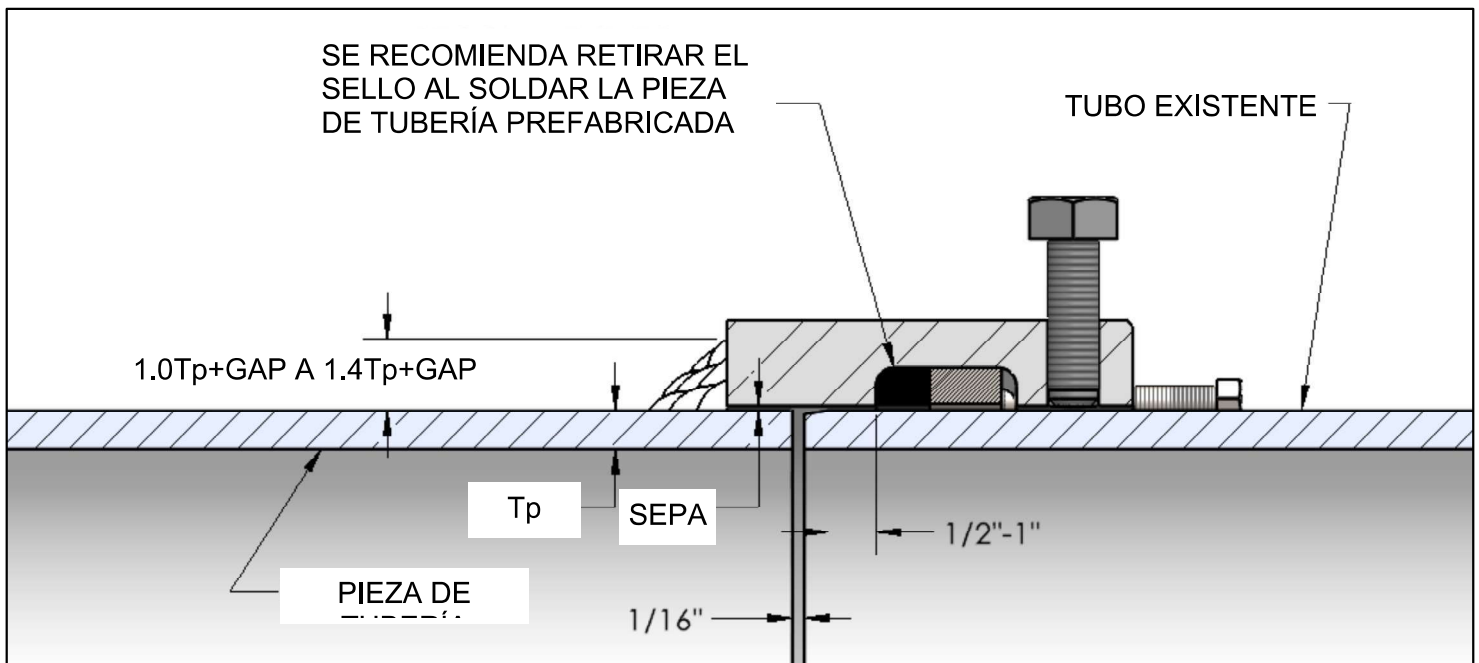

Figura 2
3. Verifique que la ubicación de la fijación de la pieza de tubería prefabricada al acoplamiento "Half Weld+End" garantice que el sello se asiente sobre una tubería lisa y que haya un espacio adecuado para el tubo que será insertado en el extremo mecánico. El sello debe tener un espacio mínimo de $\frac{1}{2}$ " (12.7 mm) - 1" (25.4 mm) desde el inicio del bisel piloto como se muestra en la Figura 2.
4. Retire el sello elastomérico para evitar dañarlo mientras se suelda el acoplamiento "Half Weld+End" a la pieza de tubería prefabricada. Al volver a colocar el sello después de la soldadura, debe colocarse en el interior del anillo de empuje metálico. Obsérvese también la colocación del radio en la junta como se muestra en la Figura 2. NO coloque el sello de vuelta hasta que el accesorio se haya enfriado a menos de 100°F.
3. Deslice el acoplamiento "Half Weld+End" con el tubo al que está soldado sobre el extremo del tubo al que se unirá mecánicamente hasta que se toque fondo contra el tubo soldado. A continuación, retroceda el acoplamiento "Half Weld+End" del tubo soldado aproximadamente 1/16 pulgadas como se muestra en la Figura 2. Tenga en cuenta que el extremo de la tubería o el inicio del bisel piloto en el extremo mecánico debe estar más allá de la ranura del sello en 1/2 pulgada a 1 pulgada como se muestra en la Figura 2.